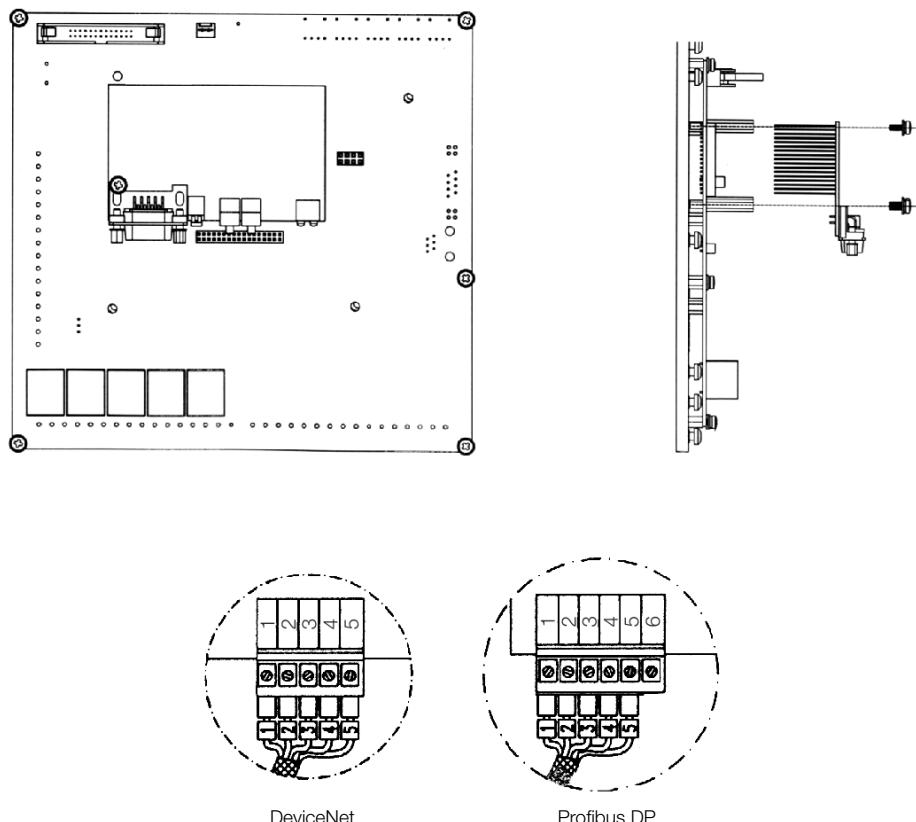

Figura 9.1: Instalação do cartão eletrônico do Fieldbus
3. Encaixar cuidadosamente o conector barra de pinos do cartão eletrônico do Fieldbus no conector fêmea XC140 do cartão de controle MVC4. Verificar a exata coincidência de todos os pinos do conector XC140, conforme Figura 9.1 na página 9-3 ;